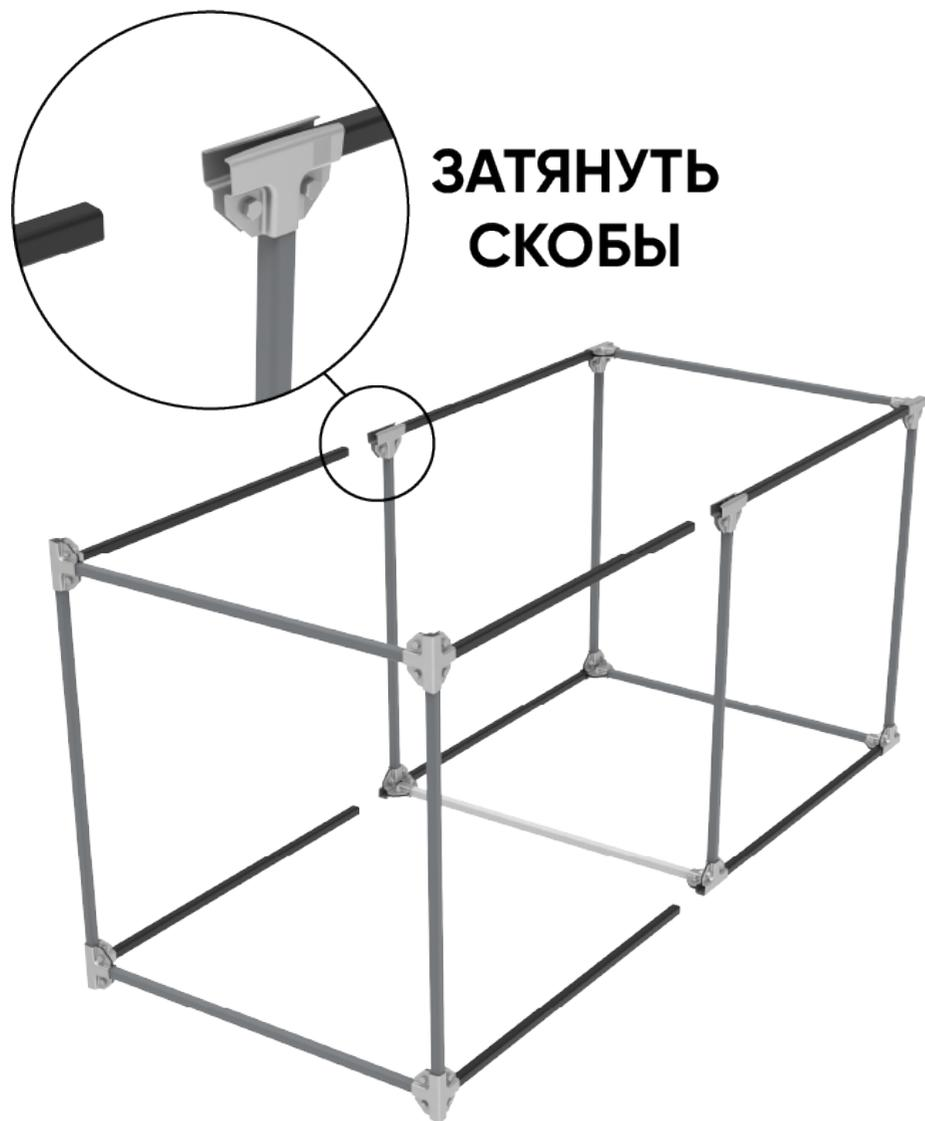

Рис. 11 – Объединения верхнего яруса с нижним и затяжка скоб
5. Перевернуть конструкцию и собрать между собой верхний и нижний ярусы. После сборки провести окончательную затяжку скоб на среднем ярусе (Рис. 11).